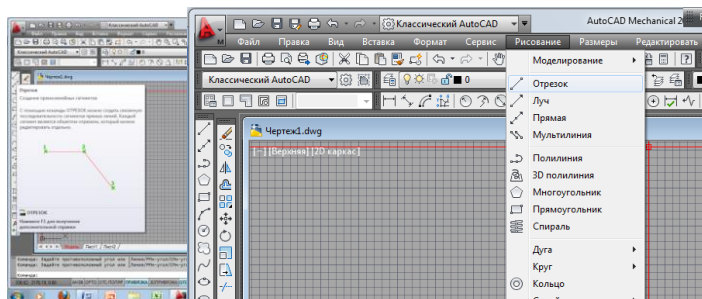

Рисунок 5.9 - Команда «Отрезок»
- из строки меню «Рисование» – «Отрезок» (рисунок 5.9).